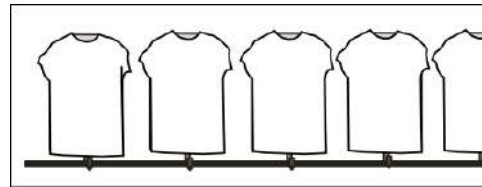

Imagen 328\_07
**8-** Colocar demás poleras en las paletas (Imagen 328\_07)